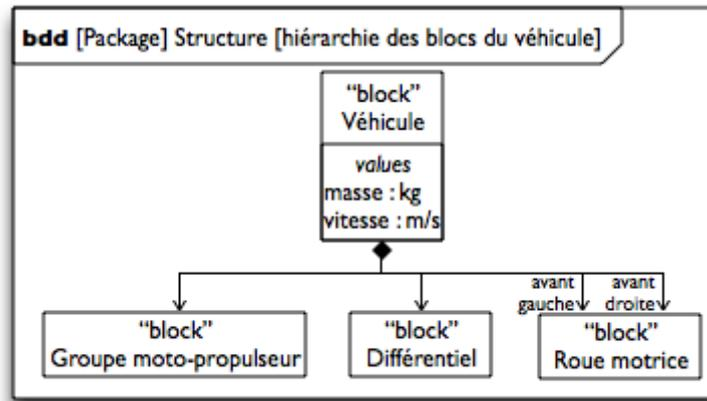
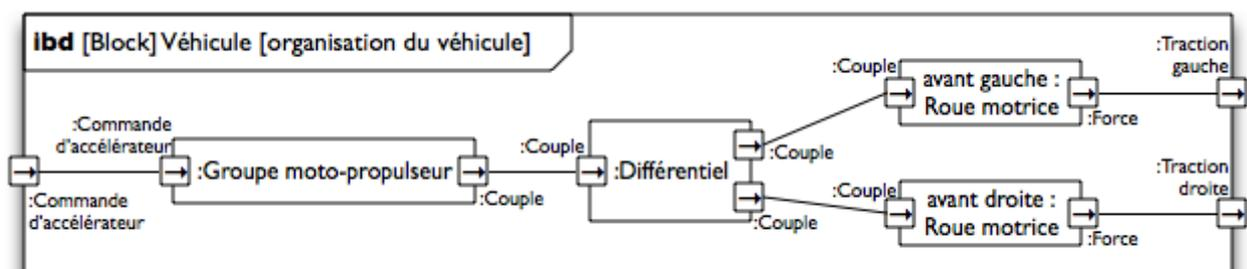

Figure 7 : Un diagramme de définition des blocs d'une automobile.
Figure 8 : Un diagramme interne d'un bloc d'une automobile.
En SysML, la modélisation structurelle repose essentiellement sur deux diagrammes utilisés conjointement. Le premier, appelé **diagramme de définition de blocs** et noté **bdd** (pour "*block definition diagram*"), sert à définir, classer et hiérarchiser les *blocs*, qui sont des modèles de composants ou, plus précisément, de *classes de composants* (figure 7).
Ainsi, la figure 7 représente le contenu d'un *package* nommé *Structure* et définit :
Par exemple, la figure 8 représente la vue interne du bloc *Voiture* défini sur la figure 7 et :
Ce mécanisme permet de modéliser la structure de systèmes sophistiqués avec une grande rigueur, toujours selon le même schéma : *définir des blocs dans un bdd, puis les instancier dans un ibd*. Leurs deux utilisations les plus courantes sont l'utilisation « *boîte blanche* », consistant à modéliser la structure du produit comme sur les figures 7 et 8, et l'utilisation « *boîte noire* », consistant à définir des éléments du milieu extérieur dans un **bdd** (pouvant inclure, par exemple, les acteurs) puis à représenter les flux que ceux-ci peuvent échanger avec le produit dans un **ibd**. Dans les deux cas, il est important de garder à l'esprit qu'un **ibd** ne représente que des flux *possibles*, permis par la structure du système, et non les flux effectivement échangés à un certain instant de la vie du système : ce n'est pas un diagramme fonctionnel ou comportemental !
- Une **relation de référence** représentée par la flèche munie d'un losange évidé, qui signifie que le bloc de contrainte *Dynamique du véhicule* peut faire appel aux caractéristiques du bloc *Véhicule* (défini figure 7). Cette relation est munie d'un **nom de rôle**, à savoir *v*.
- Il définit quatre **références à des caractéristiques de blocs** ; ces références sont représentées par des rectangles portant le nom de la caractéristique précédé des rôles (noms des relations de référence ou d'appartenance) permettant de remonter jusqu'au bloc concerné (ici, la caractéristique *F* n'a pas été définie ; tout le reste est défini sur les figures 7 et 9) ;